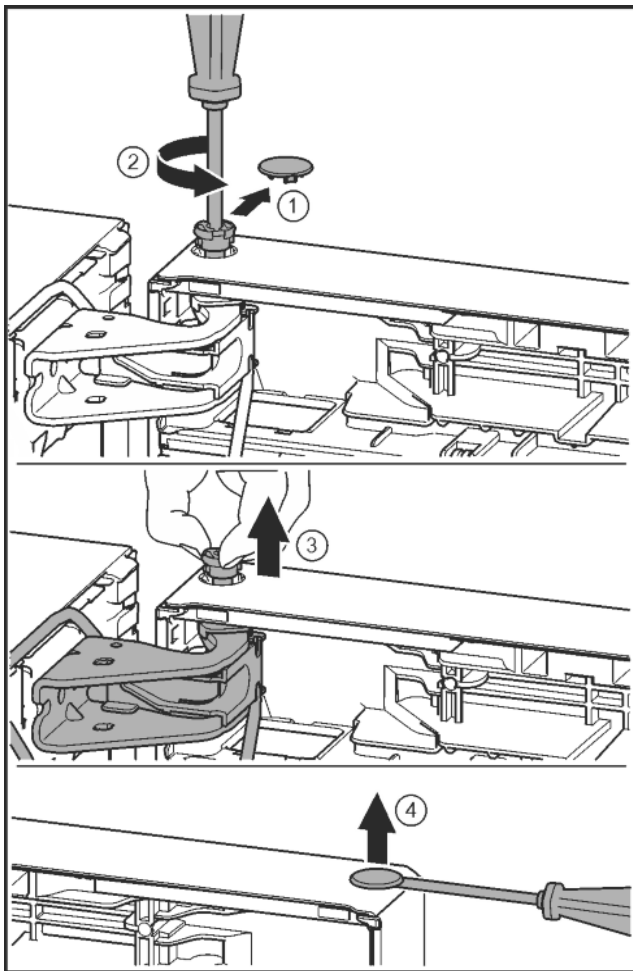

Fig. 20
- ▶ Обережно зніміть запобіжну кришку. *Fig. 20 (1)*
- ▶ Трохи викрутіть гвинт за допомогою викрутки T15. *Fig. 20 (2)*
- ▶ Притримуйте дверцята і витягніть палець руками. *Fig. 20 (3)*
- ▶ За допомогою шліцевої викрутки обережно підійміть пробку із опорного втулка дверцят та витягніть її. *Fig. 20 (4)*